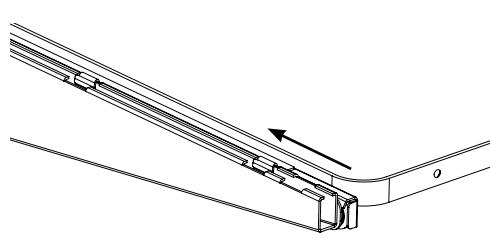

Figure 4
ÉTAPE 6: Positionnez le support à souliers sur le cadre (**Figure 4**).